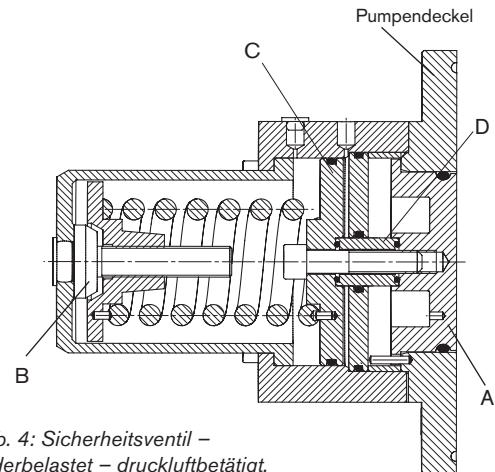

Abb. 4: Sicherheitsventil – Federbelastet – druckluftbetätigt, vollständig geschlossen
Abb. 4 und 5 zeigen den Aufbau des druckluftbetätigten Sicherheitsventils. Der Ventilkopf (A) ist auf der einen Seite dem hydrostatischen Druck im Rotorgehäuse und auf der anderen Seite der Federkraft ausgesetzt. Die Feder wirkt nicht direkt, sondern über Kolben (C) und Abstandshülse (D) auf den Federkopf (A) ein.
Abb. 4 zeigt das Sicherheitsventil in vollständig geschlossenem Zustand. Der Ventilkopf (A) schließt mit der Frontseite des Pumpendeckels bündig ab, und der CIP/SIP-Ventilzylinder ist vollständig entlastet.